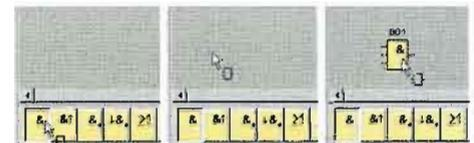

Fig. 3.15.
3. Posiciona los bloques del proyecto en la pantalla de programación. (Fig. 3.15.)